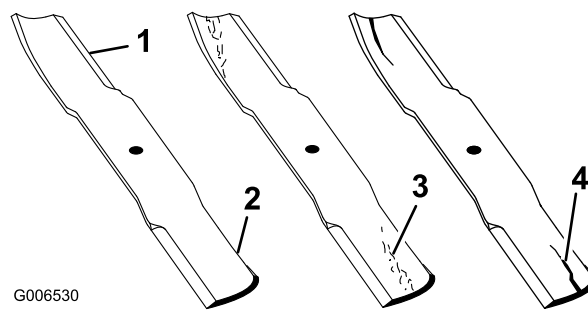

Figura 77
1. Controllate i taglienti (Figura 77). Se i taglienti non sono affilati o mostrano delle tacche, togliete le lame e affilatele. Vedere Affilatura delle lame.
2. Controllate le lame, in particolare l'area curva. Se notate incrinature, usura o scanalature in questa zona, montate immediatamente una nuova lama (Figura 77).